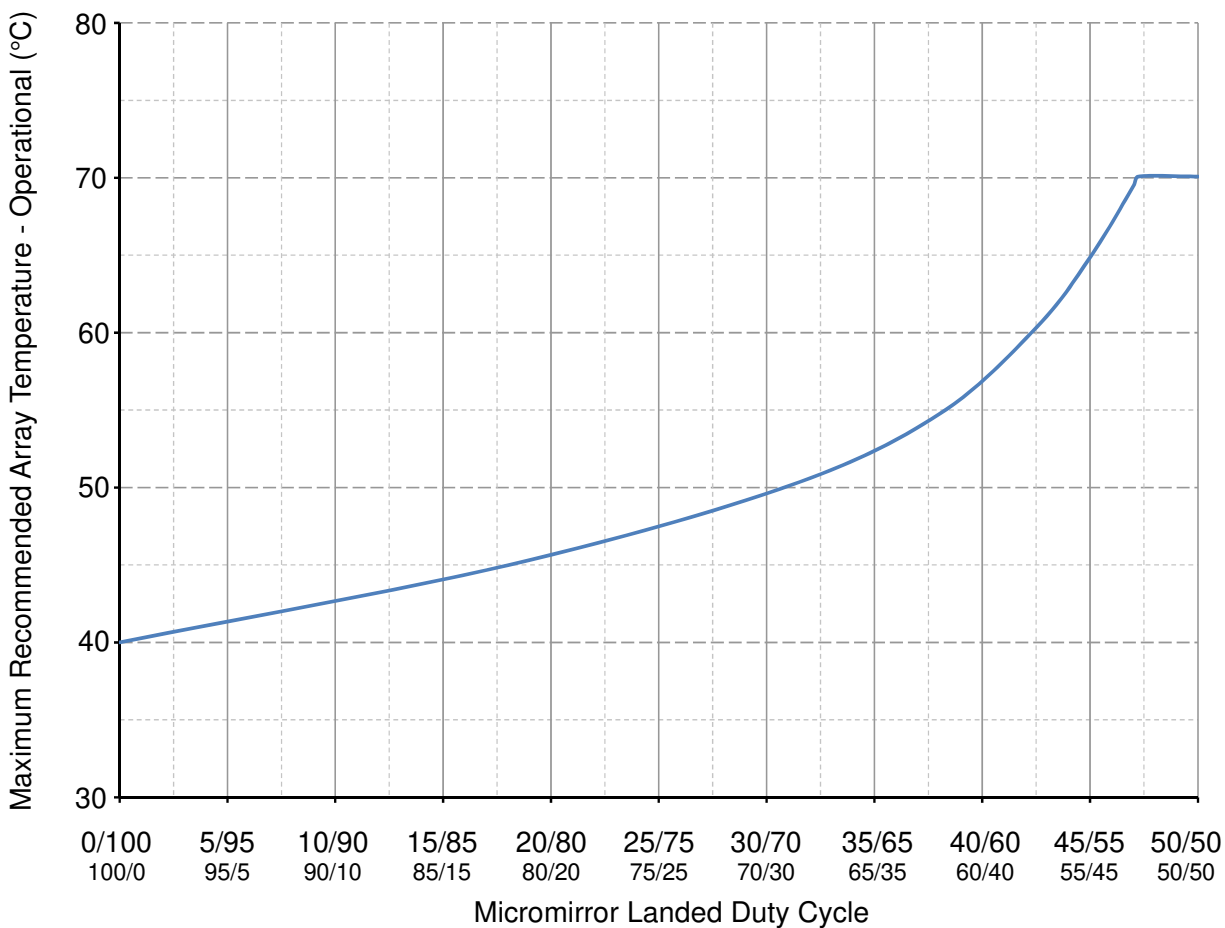

图 5-1. 最大建议阵列温度 — 降额曲线
- 根据图 5-1，最大工作阵列温度应根据 DMD 在最终应用中经历的微镜着陆占空比进行降额。有关微镜着陆占空比的定义，请参阅 节 6.9 微镜着陆开/着陆关占空比。